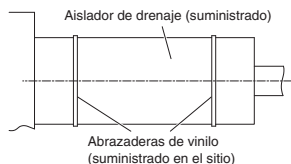

Fig. 3-10
- (2) Después de haber comprobado el drenaje, envuelva el paquete suministrado y el aislante del tubo de drenaje en torno al tubo y, a continuación, asegúrelo con las abrazaderas. (Fig. 3-10)